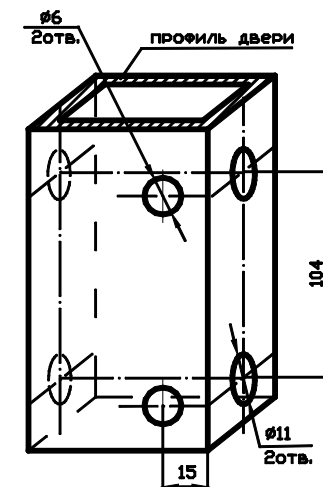

Рис.3
5.2. Сделайте разметку на двери и просверлите отверстия как показано на Рис.3. Отверстия Ø11 сверлятся в обеих стенках прямоугольного профиля (в деревянной двери на глубину 50мм). Отверстия Ø6мм сверлят только в одной стенке прямоугольного профиля.